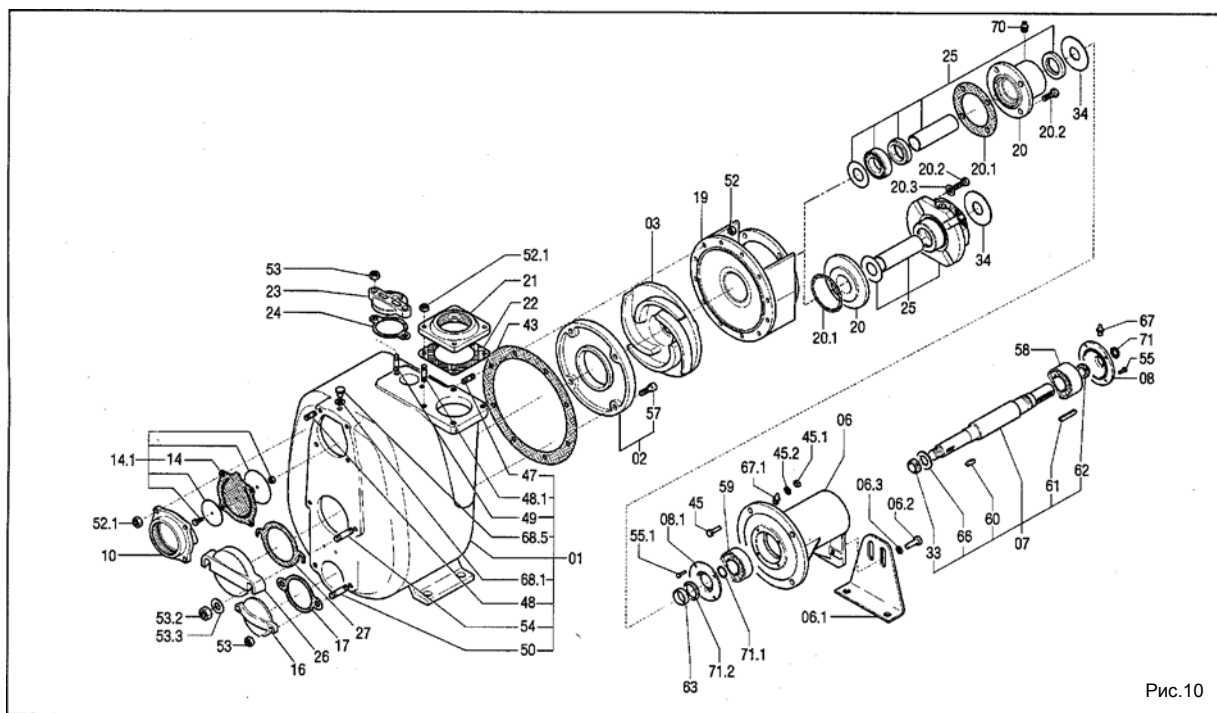
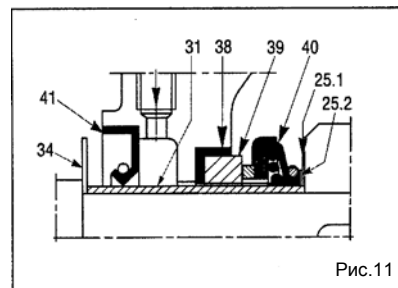

Рис.10
Рис.11
Диаметр трубопровода всасывания должен быть равным отверстию всасывания насоса (при диаметрах трубопровода, больших, чем отверстие насоса, обратитесь за консультацией к компании Varisco). По возможности избегайте криволинейных участков, а также колен и сужений, которые бы ограничивали поступление жидкости в насос. Не устанавливайте нижний клапан, так как в насосе имеется обратный клапан (14), встроенный в отверстие всасывания (рис. 10).
### 13.2 Замена рабочего колеса (03)(рис. 10)
- Отверните гайки (52) и снимите кожух насоса, стараясь не повредить уплотнение кожуха (43)
- Заблокируйте рабочее колесо и отверните самоконтрящуюся гайку рабочего колеса (33)
- Если необходимо, замените уплотнение кожуха (43)
### 13.3 Замена пластины, компенсирующей износ (рис. 10)
### 13.4 Замена обратного клапана (рис. 10)
### 13.5 Замена механического уплотнения T, TW, T4W (рис. 10, 11, 12)
(рис. 10, 13, 14, 15, 16)
- Отверните гайки (52) (рис. 10) и снимите кожух насоса, стараясь не повредить уплотнение кожуха (43).
- Заблокируйте рабочее колесо (03) и отверните самоконтрящуюся гайку рабочего колеса (33)
- Снимите рабочее колесо (03)
Чтобы этого достичь, размеры «А» и «В» на рис. 17, 18, 20, 21 должны быть по возможности равными. Для этого используйте регулировочные шайбы (25.2) (рис.11), поставляемые вместе с запасными механическими сальниками. Данные регулировочные шайбы используются для того, чтобы продвинуть рабочее колесо ещё больше вперёд, если оно находится слишком далеко от лицевой пластины или слишком близко к задней пластине. Регулировочные шайбы должны монтироваться между опорным кольцом сальника (25.1) (рис. 11) и рабочим колесом. Дополнительную регулировку можно выполнять с помощью уплотнений кожуха (а также уплотнений задней пластины в тех моделях, которые оснащены такими уплотнениями). Установка уплотнения кожуха (43) (рис. 10) толщиной 0,5 мм создаст правильное расстояние (рис. 19).
### 13.8 Техобслуживание подшипников (рис. 10)